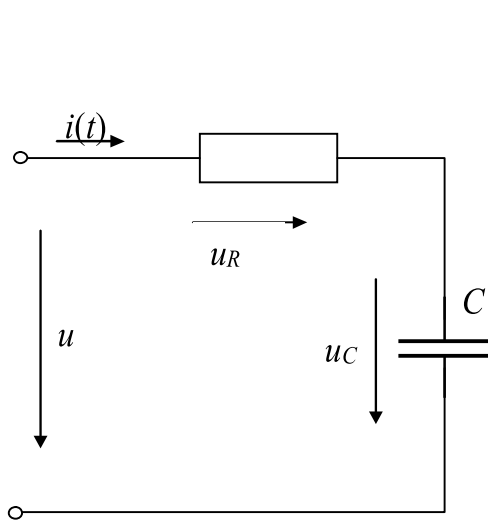

Рис. 5
2.2. Рассмотрим электрическую цепь, содержащую последовательно соединенные резистор и конденсатор, схема которой изображена на рис. 5. Пусть цепь подключена к источнику синусоидального напряжения  $U(t) = U_m \sin(\omega t + \psi_u)$ . Тогда ток в цепи